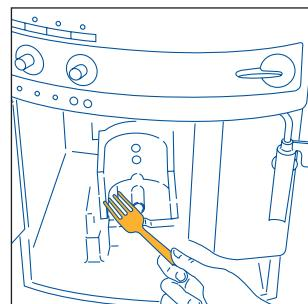

Рис. 30
- Для того, чтобы удалить кофе, прилипший к внутренней части, соскоблите его вилкой, рис. 30, а затем **при помощи пылесоса удалите всю грязь**, рис. 31.